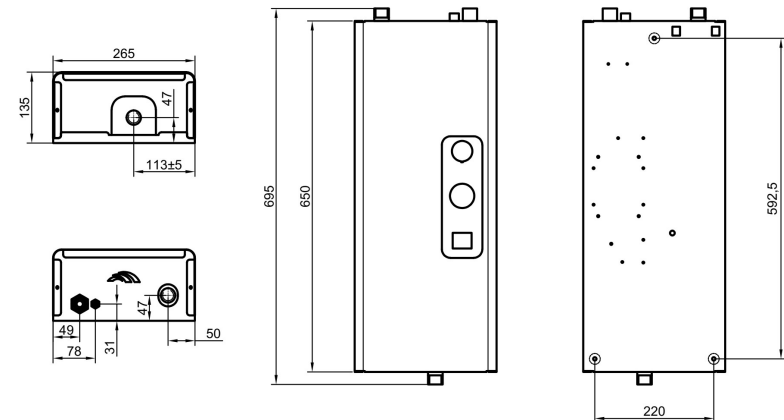

Рисунок 2 – КЕО-МБ 4,5-12 кВт Габаритні розміри
5.1 КЕО є конструкцією, що складається з окремих вузлів, розміщених в сталевому корпусі форми паралелепіпеда (рис.2). Корпус є конструкція, сприймаюча навантаження, яке виникає при експлуатації і транспортуванні.